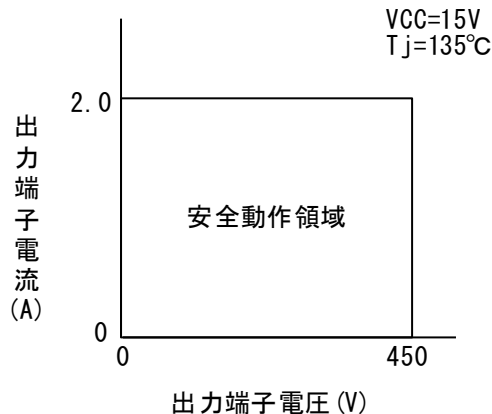

図4.1.1 安全動作領域
出力端子の電圧・電流は、図4.1.1の安全動作領域内で使用してください。
選定においては、 V_{ref1} 、 V_{ref2} のばらつき、 R_s ばらつきおよび、出力 IGBT が OFF するまでの遅延時間 (T_{ref1} 、 T_{ref2}) を考慮し、ご使用の条件に応じて図 4.1.1 の電流値以下としてください。